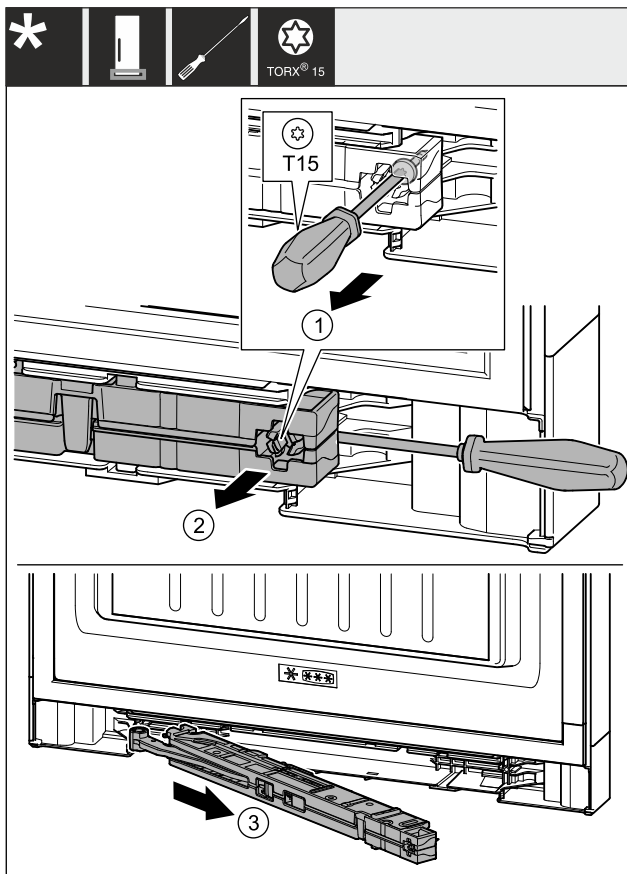

Fig. 7
- ▶ Skrutku na jednotke tlmíča uzatvárania uvoľnite skrutkovačom T15 o cca 14 mm. Fig. 7 (1)
- ▶ Skrutkovač zasuňte na strane držadla za jednotku tlmíča uzatvárania. Jednotku otočte dopredu. Fig. 7 (2)
- ▶ Jednotku vytiahnite. Fig. 7 (3)